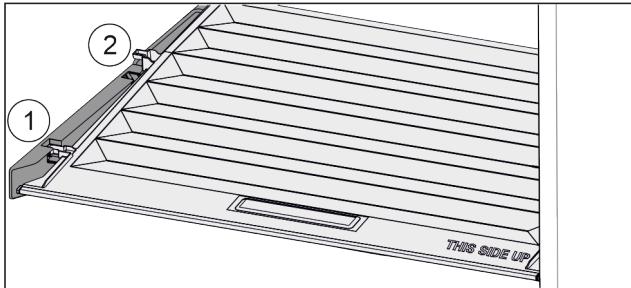

Fig. 126
- ▶ Tirare in avanti il coperchio fino all'apertura nei fermi Fig. 126 (1).
- ▶ Sollevare posteriormente dal basso e togliere verso l'alto Fig. 126 (2).